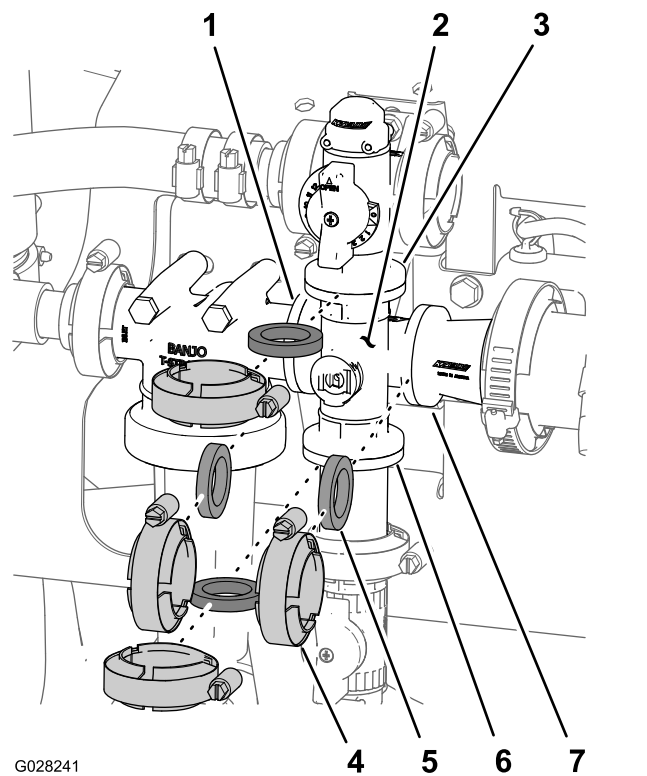

Figura 134
1. Retire as braçadeiras e juntas que fixam o coletor da válvula de agitação à válvula de distribuição de agitação, cabeça do filtro de pressão, acoplador de redução e união adaptadora (válvula do acelerador da agitação) como se mostra na Figura 134.